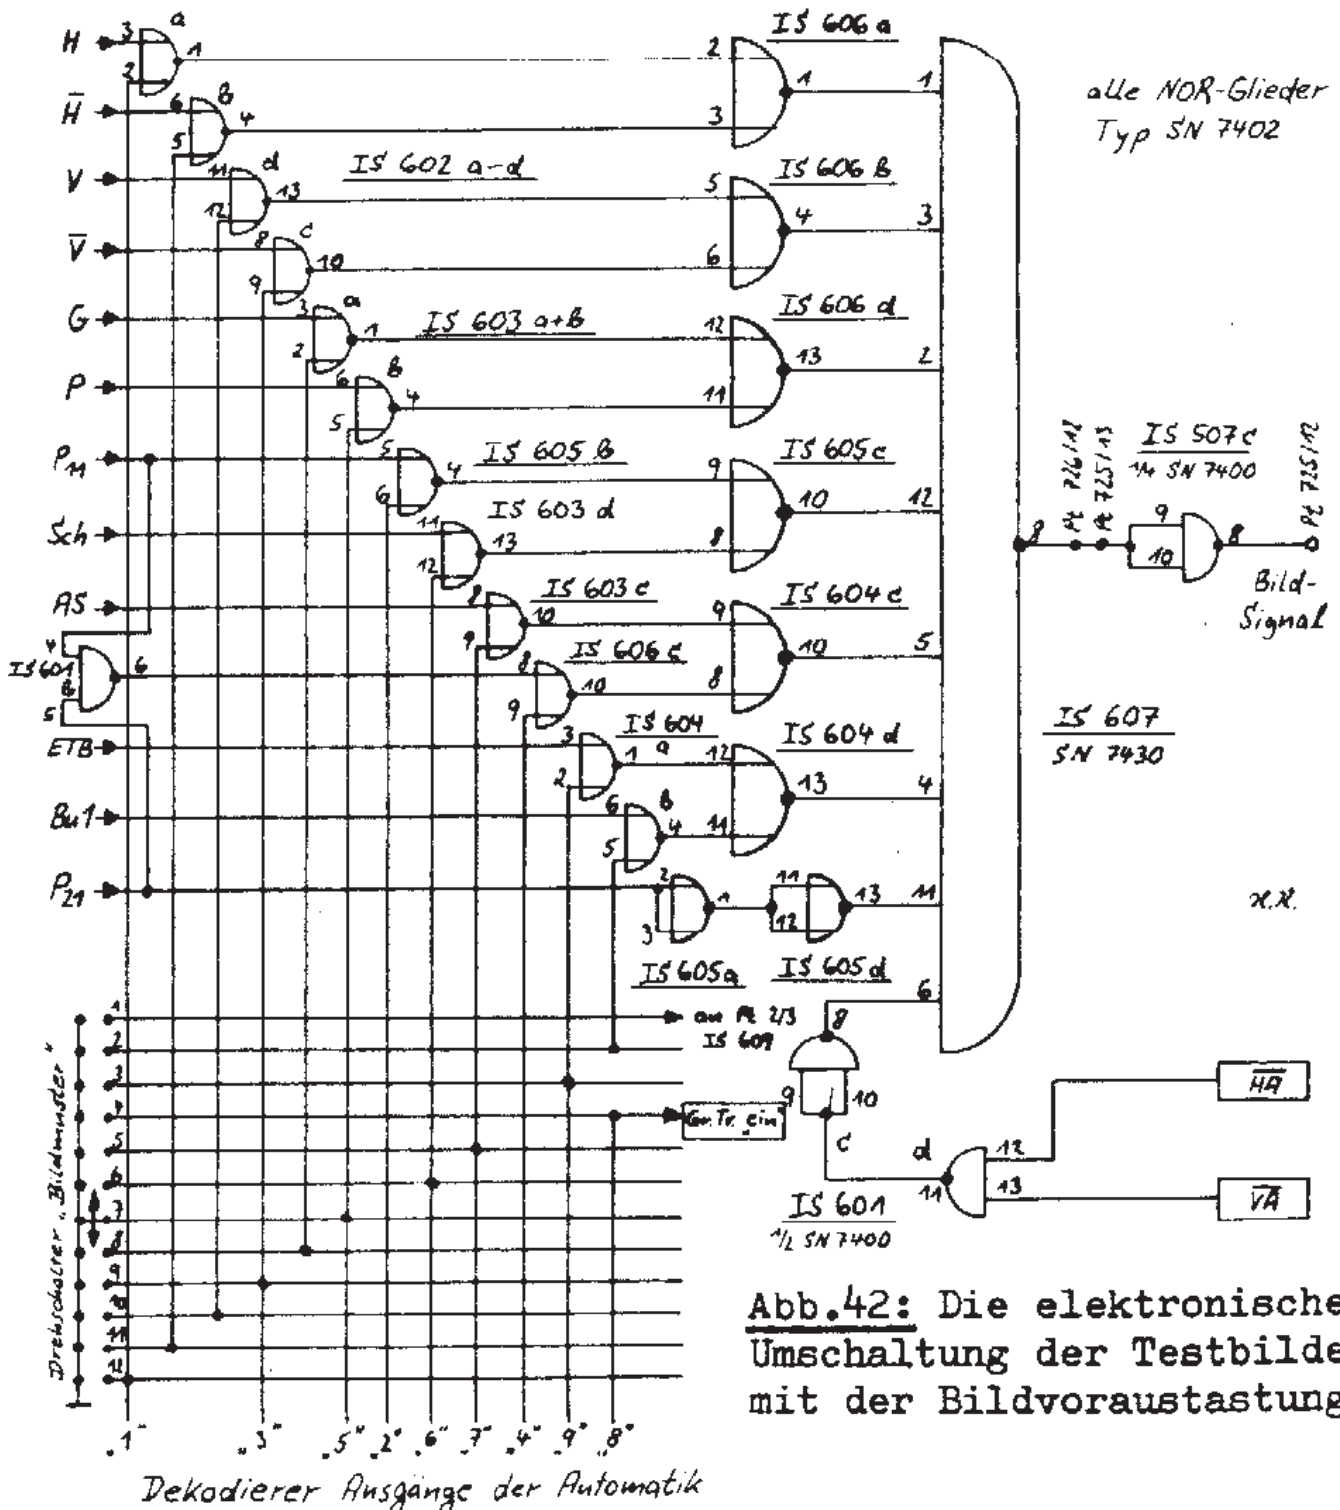

Abb.42: Die elektronische Umschaltung der Testbilder mit der Bildvoraustastung
Wird der zweite Eingang dieser NOR-Glieder an Masse (L) gelegt, so wird die Bildmuster-Impulsfolge (negiert) weitergegeben. (Abb.42, n.S.). Weitere NOR-Glieder (IS 604c+d, 605c, 606a,b+d) fassen je zwei der ersten NOR-Ausgänge zusammen und übertragen die Impulsfolge auf das NAND-Glied IS 607 zum gemeinsamen Ausgang.
Die in Abb.43 gezeigte Schaltung ist in der Lage zusammen mit der auf Seite 22 (Abb.42) gezeigten elektronischen Umschaltung nacheinander 9 verschiedene, z.T. veränderbare Testbilder fortlaufend einzuschalten. Die Schaltperiode ist in weiten Grenzen von 0,3 bis 90 sec einstellbar.
Schaltungsbeschreibung: Der astabile Multivibrator erzeugt eine mit dem Potentiometer (1,3M -log) von der Frontplatte des Gerätes einstellbare Kippschwingung. Die negativen Flanken steuern den Dezimal-Zähler IS609. Das binäre 4-Bit-Ausgangssignal wird von IS 610 dekodiert. Der BCD-Dezimal-Dekoder SN 7442 ist so aufgebaut, daß die aktivierten Ausgänge jeweils "L" geschaltet werden. Hierdurch erübrigt sich eine Anpassung an die elektronische Umschaltung (Abb.42).
Der handbediente Bildwahlschalter und die automatische Bildweiterschaltung werden parallel an die NOR-Gatter angeschlossen. Die Zusammenschaltung in Abb.42 auf der Seite 22 zeigt, welche Testbilder automatisch einge-